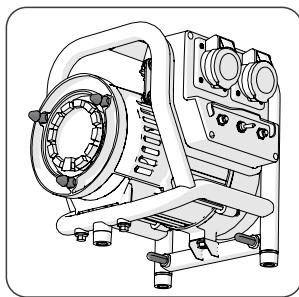

Abb. 7
- Halten Sie die 3 Fixierstifte und 2 Stabilisierungsstifte sauber und besprühen Sie sie gelegentlich leicht mit einem Silikonöl. (**Abb. 7**)